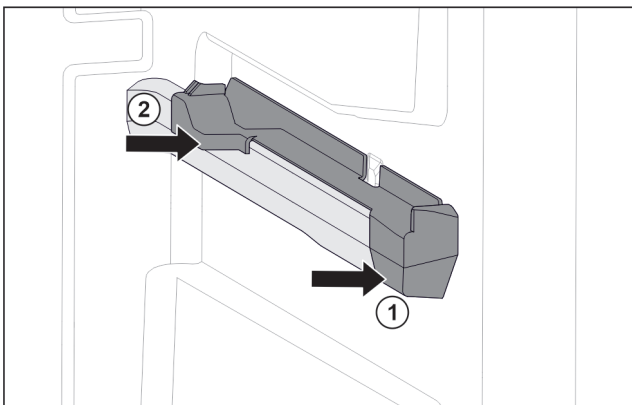

Fig. 36 Insteekkelement op rechter containerrib
- ▶ Insteekkelement voor tegen containerrib plaatsen. Fig. 36 (1)
- ▶ Insteekkelement achter aandrukken. Fig. 36 (2)